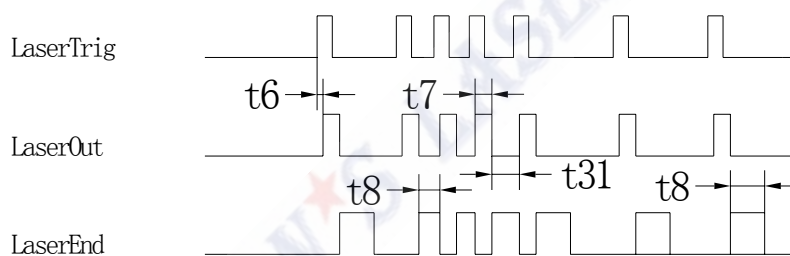

图 5-10 时序图 4
4) 下图描述了有关 Laser End 信号的时序图 (如图 5-10)